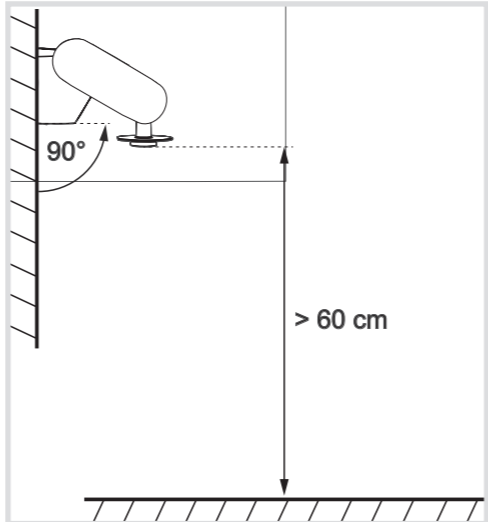
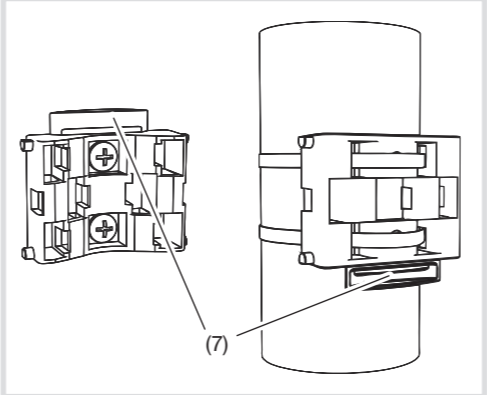

Bild 2
Bild 5: vägg- (till vänster)/mastmontering (till höger)
- Montering på en vertikal vägg (bild 2) eller en mast (bild 5, till höger)
Montering på en vertikal vägg (bild 2) eller en mast (bild 5, till höger)
- vid väggmontering ska den platta sidan ligga mot väggen och det halvmåneformade balklivet (7) peka uppåt (bild 5, till vänster).
- vid mastmontering ska den böjda sidan ligga mot masten och det halvmåneformade balklivet (7) peka nedåt (bild 5, till höger).